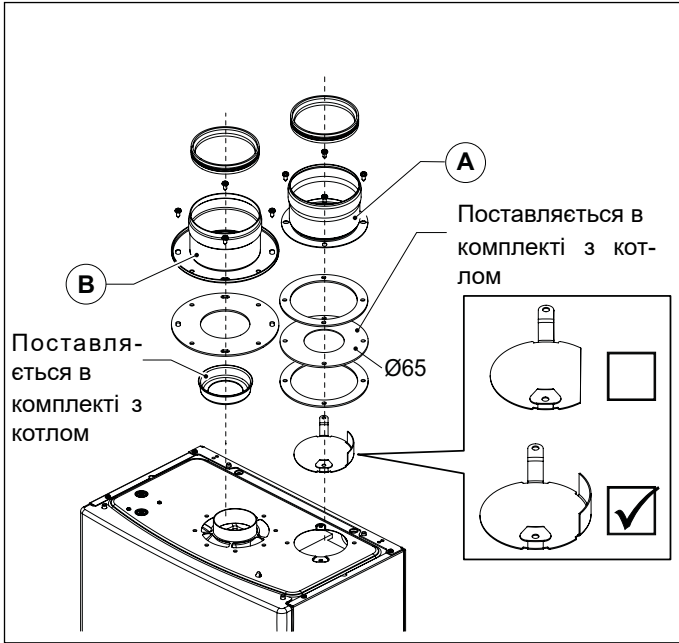

Рис. 10 OSDOPPIA13
- Змонтуйте відповідний дефлектор повітря (дивись Рис. 10 0SDOPPIA13).